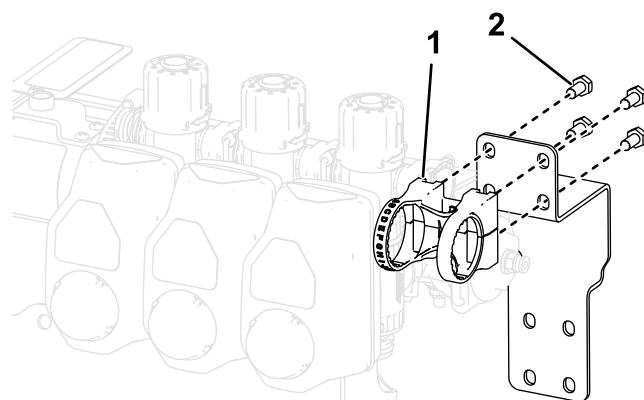

Figura 28
6. Instalezi ansamblul supapei de control pe partea de sus a consolei supapei de control cu ajutorul a 4 uruburi (M6), aa cum se arată în Figura 28.